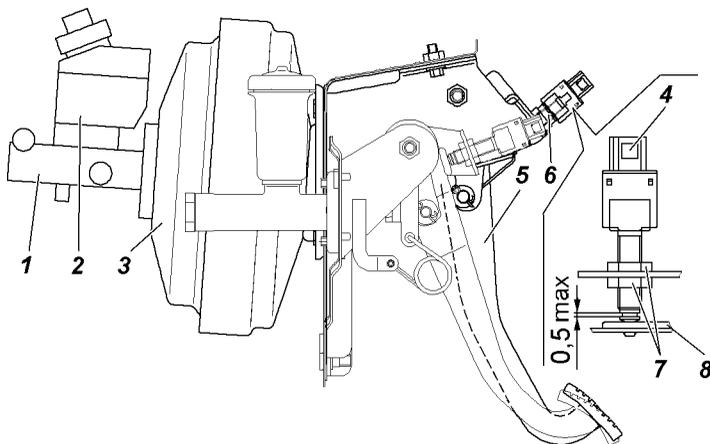

Рис. 9.26. Привод главного тормозного цилиндра:
**Свободный ход педали тормоза** при необходимости регулируйте вращением регулировочного винта 6 (рис. 9.26). Свободный ход педали должен быть 5-8 мм. После регулировки затяните гайку винта с моментом 14 - 18 Н · м (1,4 - 1,8 кгс · м).
2. Переместите рычаг стояночного тормоза 1 (рис. 9.26) в крайнее нижнее положение.